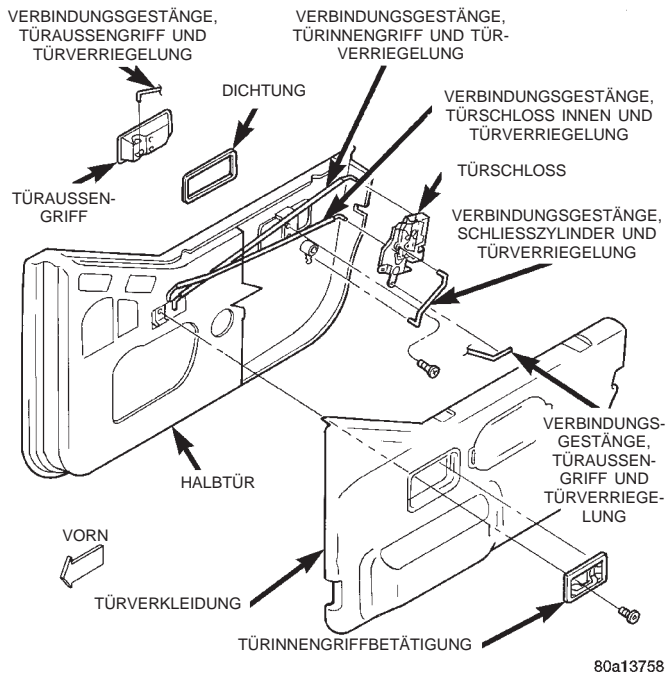

Abb. 35 Türaußengriff
- (1) Türverkleidung abbauen.
- (2) Verbindungsgestänge zwischen Türaußengriff und Türverriegelung aushängen (Abb. 35).
- (3) Befestigungsschrauben lösen, mit denen der Türaußengriff an der Tür befestigt ist.
- (4) Türaußengriff und Dichtung von der Tür abnehmen.